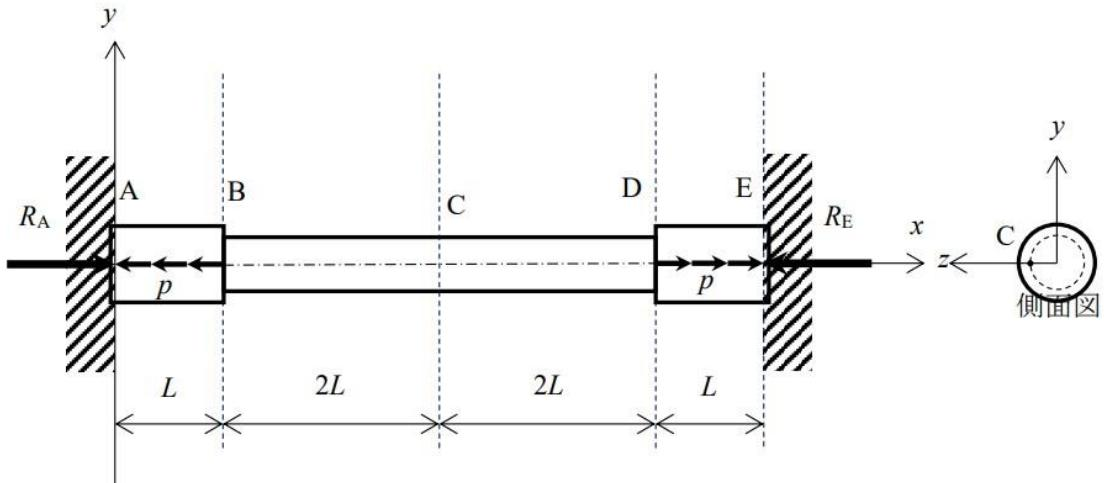

Fig.2 壁に固定された段付き丸棒
[2] 図2のようにAとEにおいて壁に固定された段付き丸棒があり、AB間、DE間に分布荷重 p が図のように作用している。丸棒の断面積をAB間、DE間では $2A$ 、BD間では A とし、丸棒のヤング率はEとして以下の問いに答えよ。但し、壁の変形は考慮しないものとする。
- (1) Fig.2 のFBDの図示及び、A、Eにおける壁からの反力 R_A 、 R_E を用いて棒全体の力のつり合い式を示せ。
- (2) AB間に生じる変位 δ_{AB} 及び、BC間に生じる変位 δ_{BC} を R_A を用いて示せ。
- (3) 変位の条件とつり合い式から反力 R_A 、 R_E を求めよ。
- (4) 丸棒に作用している軸力 $N(x)$ 、垂直応力 $\sigma(x)$ の x 方向変化をそれぞれ図示せよ。
- (5) 丸棒表面上の点Cにおけるモールの応力円を描き、点Cに生じる最大せん断力 τ_{\max} を求めよ。
- (1) Fig.2 の FBD の図示及び、A, E における壁からの反力 R_A , R_E を用いて棒全体の力のつり合い式を示せ。